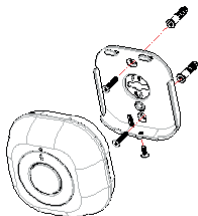
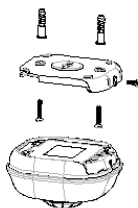

FIGURA 4a
FIGURA 5a
4. 2 sono le modalità di montaggio applicabili al dispositivo. Decidere quindi tra un montaggio a parete (figura 4a) oppure montaggio a soffitto (figura 5a).